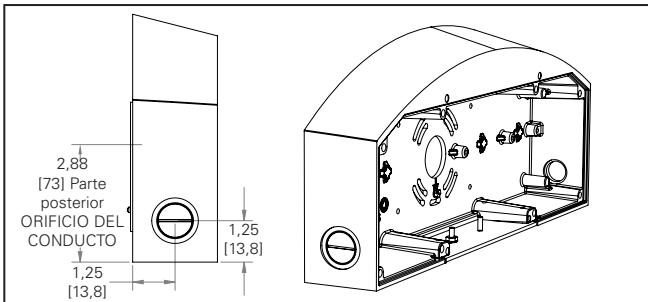

Figura 15.
- Apriete los dos tornillos de cabeza Phillips de 1/4-20 en el luminario a 20 in-lb (2,25 Nm) (Figura 15).
4. Tire de los cables de alimentación desde la parte posterior de la caja posterior o desde los orificios laterales para conductos (Figura 15).